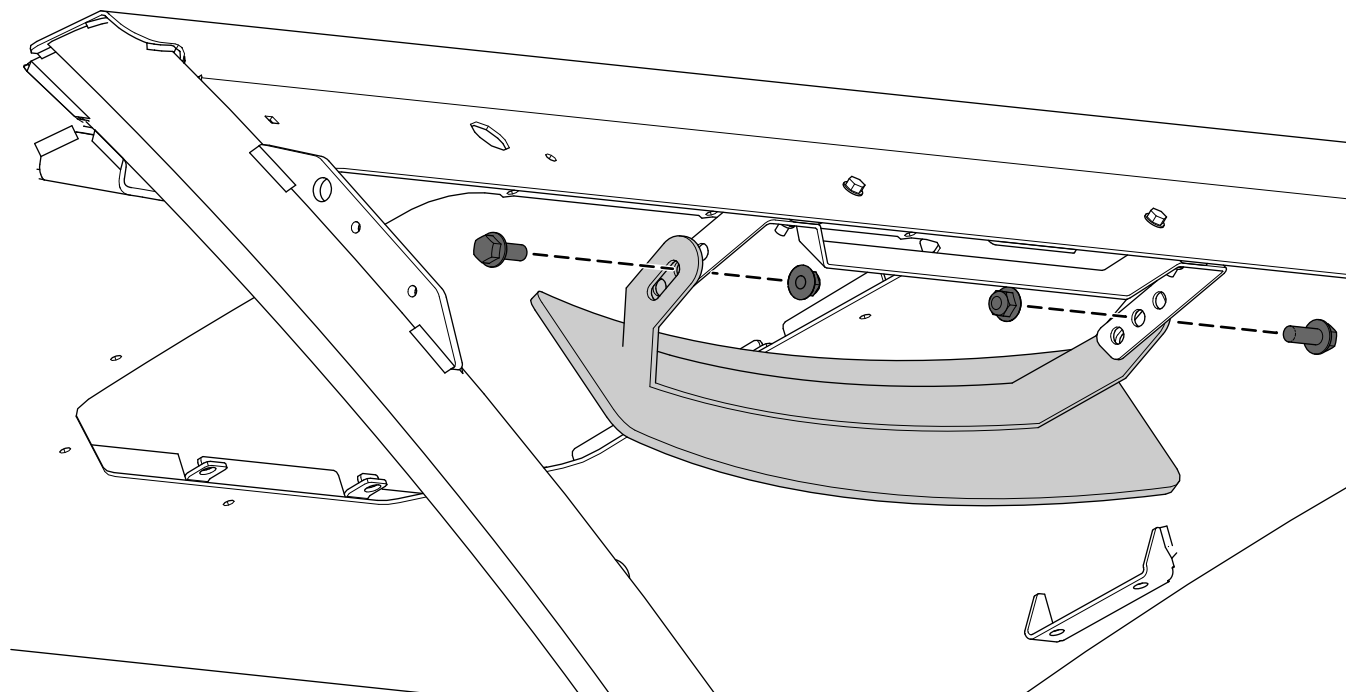

Рисунок 8
3. Прикрепите широкоугольное зеркало к узлу держателя зеркала с помощью 2 болтов с фланцем ($\frac{3}{8} \times 1$ дюйма) и 2 контргаяк ($\frac{3}{8}$ дюйма), как показано на Рисунок 8.